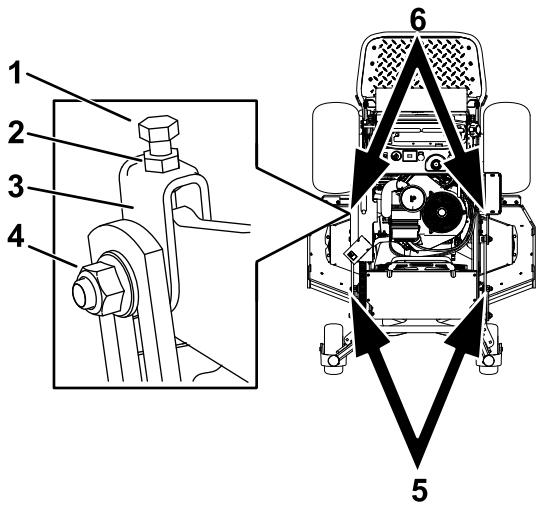

Рисунок 96
1. Ослабьте затяжку контргайки и бокового болта в вилках, которые вы хотите отрегулировать (Рисунок 96).
2. Для регулировки высоты деки газонокосилки поверните верхние болты вилок (Рисунок 96).
5. Если результат измерения неправильный, найдите 2 передние вилки на машине (Рисунок 96).